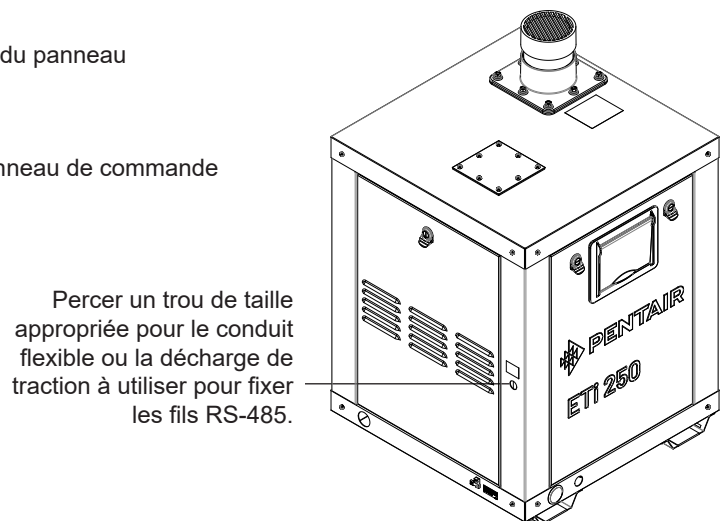

Figure 38.
2. Trouver le petit trou dans le panneau latéral pour passer le câble RS-485. Utiliser un foret de taille appropriée pour le conduit flexible ou la décharge de traction à utiliser dans le panneau pour percer un trou pour les fils RS-485. **Consulter la Figure 38.**